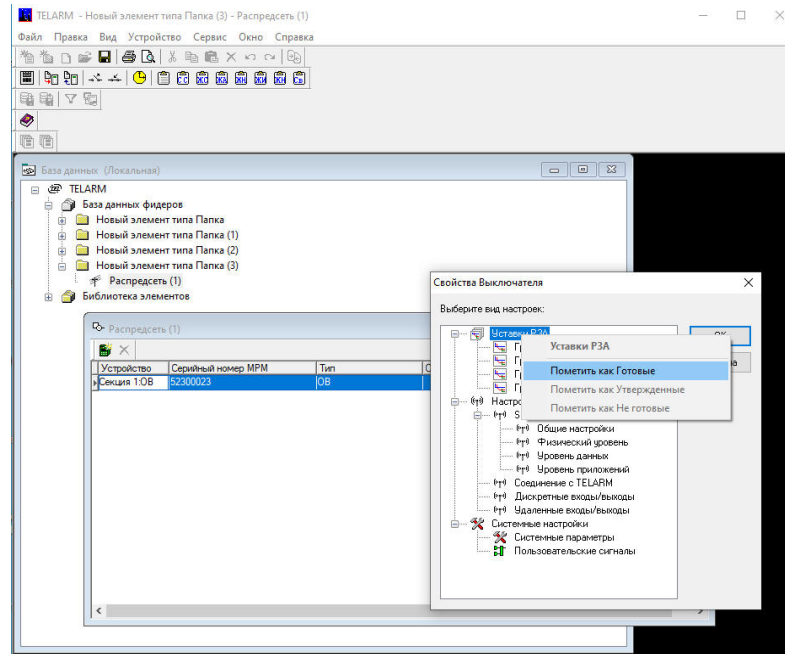

Рис.4.20. Установка флажка «Уставки готовы»
- В окне выбора настроек для редактирования на нужной группе уставок («Уставки РЗА», «Настройки связи» или «Системные настройки») нажать на правую клавишу мыши и в появившемся списке выбрать «Пометить как готовые», рис. **Рис.4.20**.